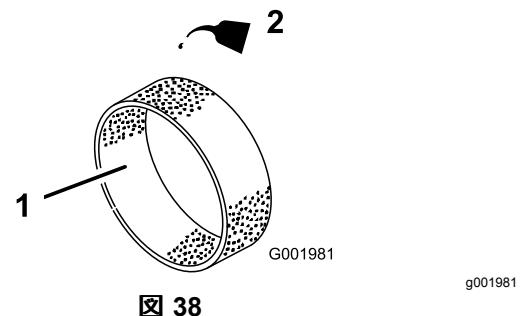

図 38
4. 乾いたら新しいエンジンオイルを30-60 ml含ませる図 38。